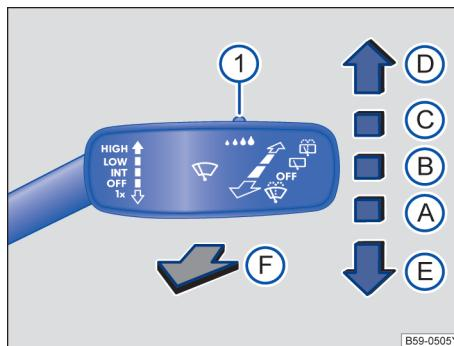

图 72 操作车窗玻璃刮水器。
- Ⓘ 使用开关→图 72①调节雨量传感器的灵敏度。
① 提示
- 向下短按车窗玻璃刮水器操作杆 → 图 72 ⑤。